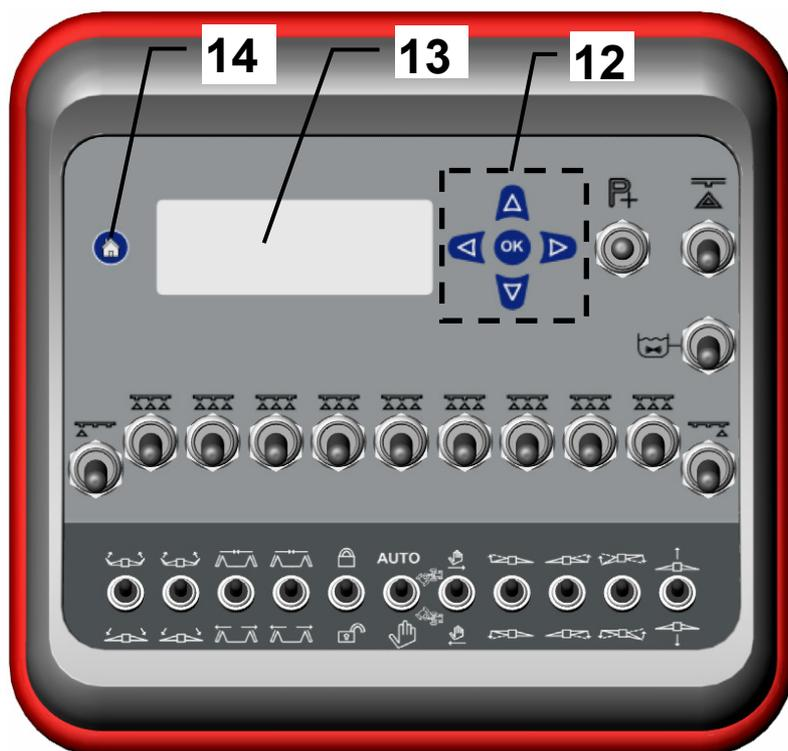

Рис. 5
Обслуживание компьютера производится с помощью клавиатуры (12) с **четырьмя клавишами со стрелками и клавиши ОК** (рис.5).
Ввод значений и, соответственно, их изменение производится на всех дисплеях меню одним и тем же способом действий. Ввод производится с помощью **четырёх клавиш** со стрелками и **клавиши ОК** на клавиатуре (12) (рис.5).